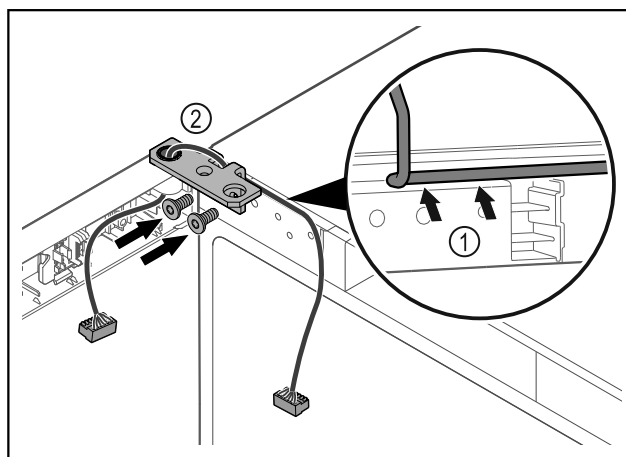

Fig. 36
- Introdurre il cavo nel foro della cerniera angolare e posarlo con cautela Fig. 36 (1).
- Avvitare la cerniera angolare Fig. 36 (2).